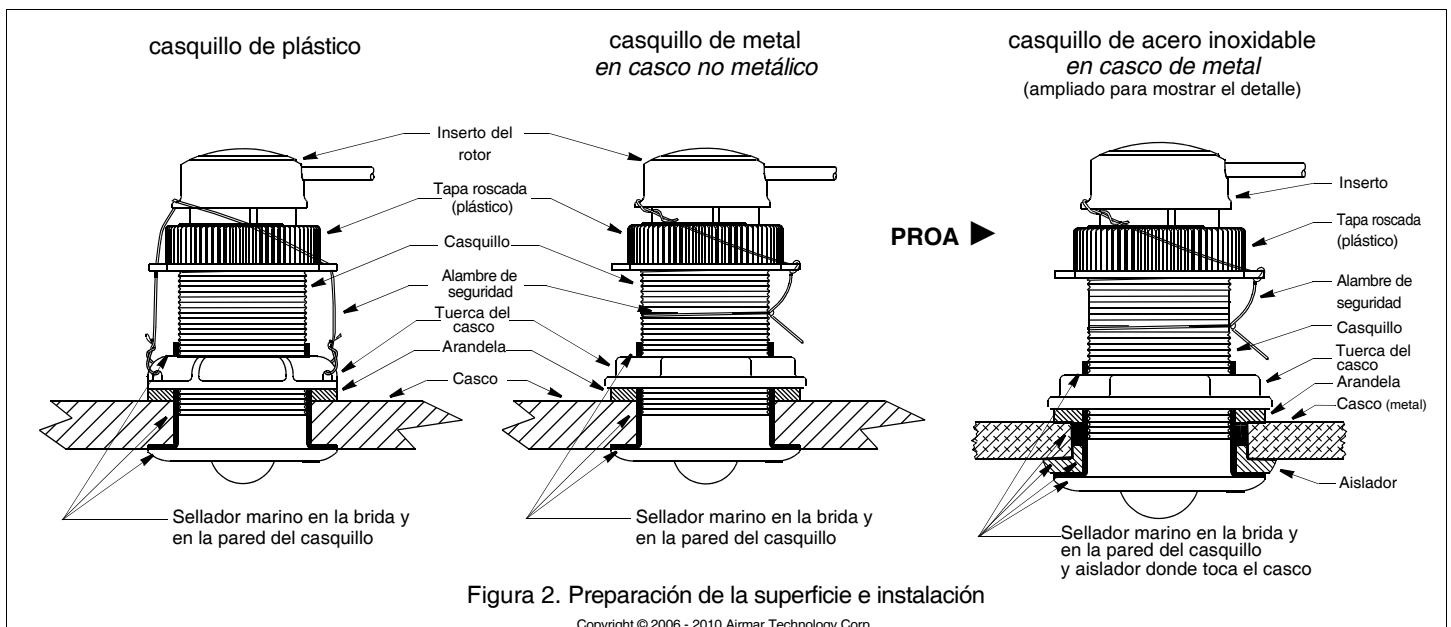

Figura 2. Preparación de la superficie e instalación
**PRECAUCIÓN:** Verifique que las superficies estén limpias y secas. Aplique una capa de 2 mm (1/16") de sellador marino en torno a la brida del casquillo en contacto con el casco y a la pared del casquillo (Figura 2). *El sellador debe extenderse 6 mm (1/4") más arriba del espesor combinado del casco, la o las arandelas y la tuerca del casco.* De este modo habrá sellador en la rosca para sellar el casco y mantener bien la tuerca del casco.
1. Desde el exterior del casco, introduzca el casquillo en el orificio con un movimiento giratorio para que salga el exceso de sellador (Figura 2). *Alinee la flecha de la brida del casquillo de modo que quede orientada hacia la proa.* Si el sensor no se instala en el centro, el casquillo se debe situar con un ángulo ligeramente hacia la línea de crujía para que quede alienado con el flujo del agua.
2. Extraiga el inserto del rotor del casquillo retirando el alambre de seguridad y desatornillando la tapa roscada (Figura 2). De este modo saldrá el inserto.
4. Coloque el tapón obturador en el casquillo. Gire la tapa roscada varias vueltas hasta que la rosca se acople. Gire el tapón obturador hasta que la cuña se acople en la muesca del casquillo. Siga apretando la tapa roscada. **Apretete a mano solamente.** No apriete en exceso. Vuelva a afirmar el alambre de seguridad (Figura 2).
9. Vuelva a colocar el alambre de seguridad para evitar que el inserto del rotor se salga en el caso improbable de que la tapa roscada se rompa o se rosque de forma incorrecta (Figura 2).